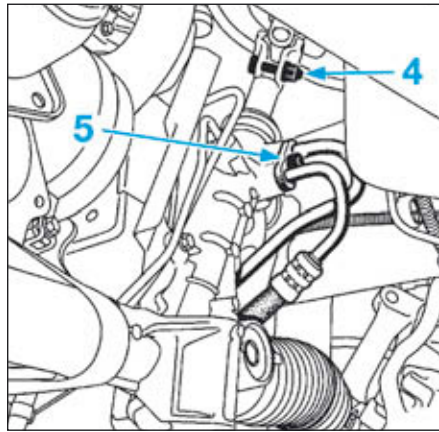

FIG.16
- Déposer la vis (4) de la chape rabattable (Fig.16).